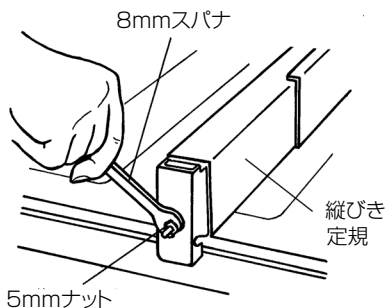

図 33
- ① 固定ハンドルを締付けます。
- ② ロックレバーを下に倒します。
- ③ ロックプレートがリアブラケットから離れるまで、5 mm ナットを手持ちの 8 mm スパナで左にまわします。(図 33 参照)